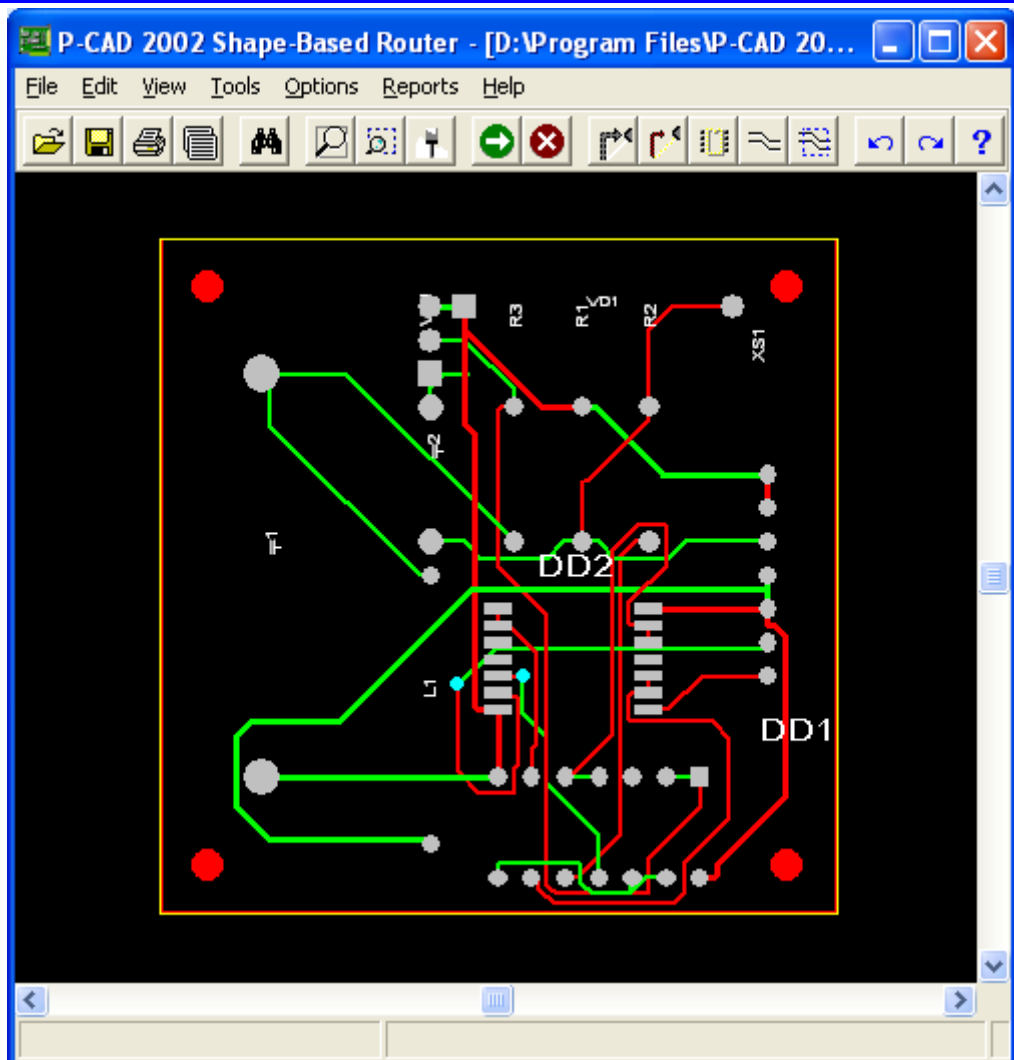

Рисунок 3.24 - Окончательный вариант трассировки ПП программой *P-CAD Shape Route*
- Неоднократное нажатие на кнопку **Start Autorouter** приводит к перетрассировке рисунка ПП. При этом сокращается длина отдельных соединений, но могут вводиться дополнительные переходные отверстия. Поэтому, пользуясь этой командой, можно получить более качественный рисунок ПП (рис. 3.24)